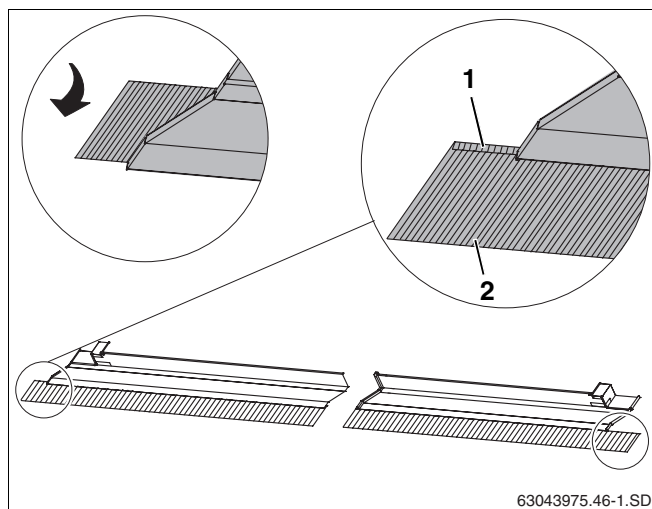

Fig. 43 Spostamento delle converse di piombo
- Spostare in avanti le converse di piombo di tutte le lamiere di copertura (fig. 43, **pos. 2**).
- Spostare in avanti anche le estremità superiori delle lamiere di copertura esterne (fig. 43, **pos. 1**).